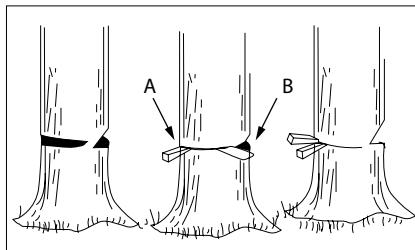

Fig. 16
Usare cunei di legno o di plastica (A) per evitare che la barra o la catena (B) si incastri nel taglio. I cunei controllano anche l'abbattimento (fig. 16).